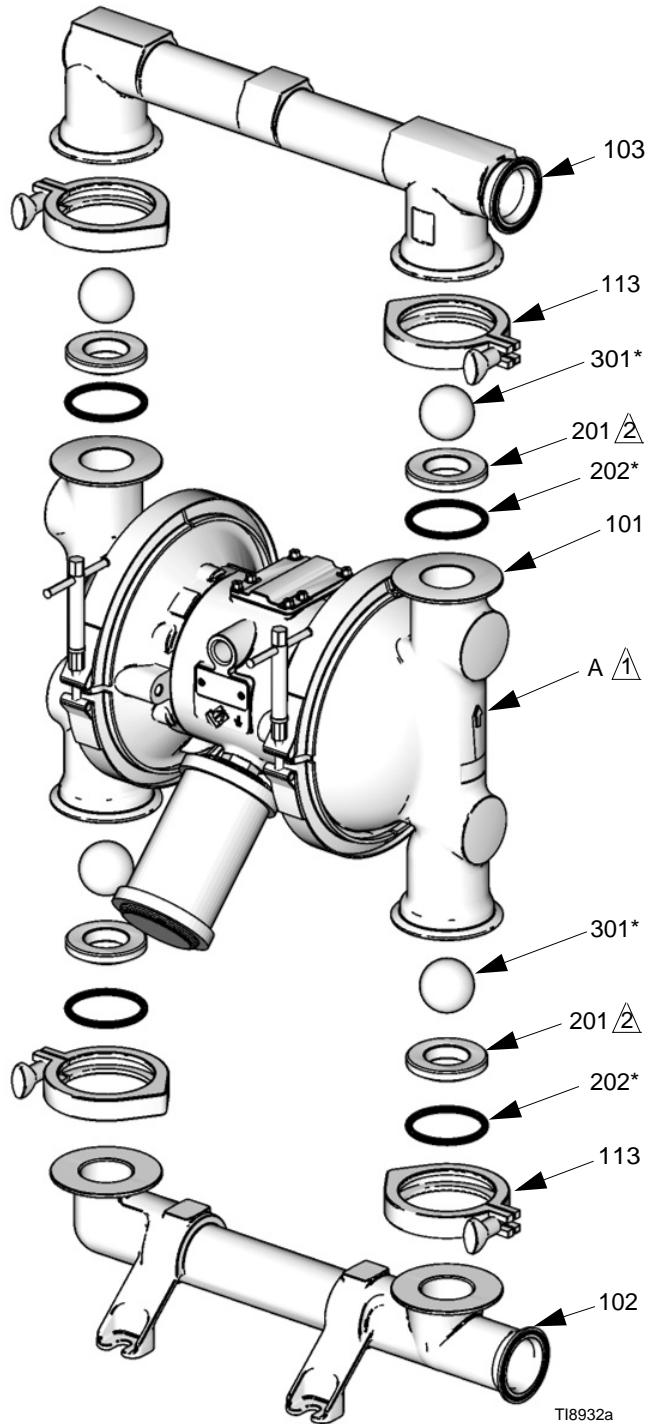

ABB. 9
- Um sicherzustellen, dass die Kugeln (301) richtig sitzen, beim Austausch der Kugeln immer die Sitze (201) überprüfen. Die Sitze nach Bedarf austauschen, wenn die Sitzfläche Anzeichen von Verschleiß aufweist. Außerdem bei Bedarf die O-Ringe (202) austauschen. PTFE-O-Ringe sollten jedes Mal ausgetauscht werden, wenn die Verteiler ausgebaut werden.
3. Die Klammer (106) abnehmen, mit denen der Auslassverteiler (103) an den Materialdeckeln (101) befestigt ist. Siehe ABB. 9.
4. Die O-Ringe (202), Sitze (201) und Kugeln (301) vom Verteiler (103) abnehmen.
5. Die Pumpe umdrehen und den Einlassverteiler (102) herausnehmen. Die O-Ringe (202), Sitze (201) und Kugeln (301) von den Materialdeckeln (101) abnehmen.
2. In umgekehrter Reihenfolge wieder zusammenbauen und dabei alle Hinweise in ABB. 9 befolgen. Darauf achten, dass die Kugelventile und Verteiler **exakt** wie gezeigt montiert werden. Die Pfeile (A) an den Materialdeckeln (101) **müssen** zum Auslassverteiler (103) zeigen.
- ⚠ Der Pfeil (A) muss zum Auslassverteiler (103) zeigen.